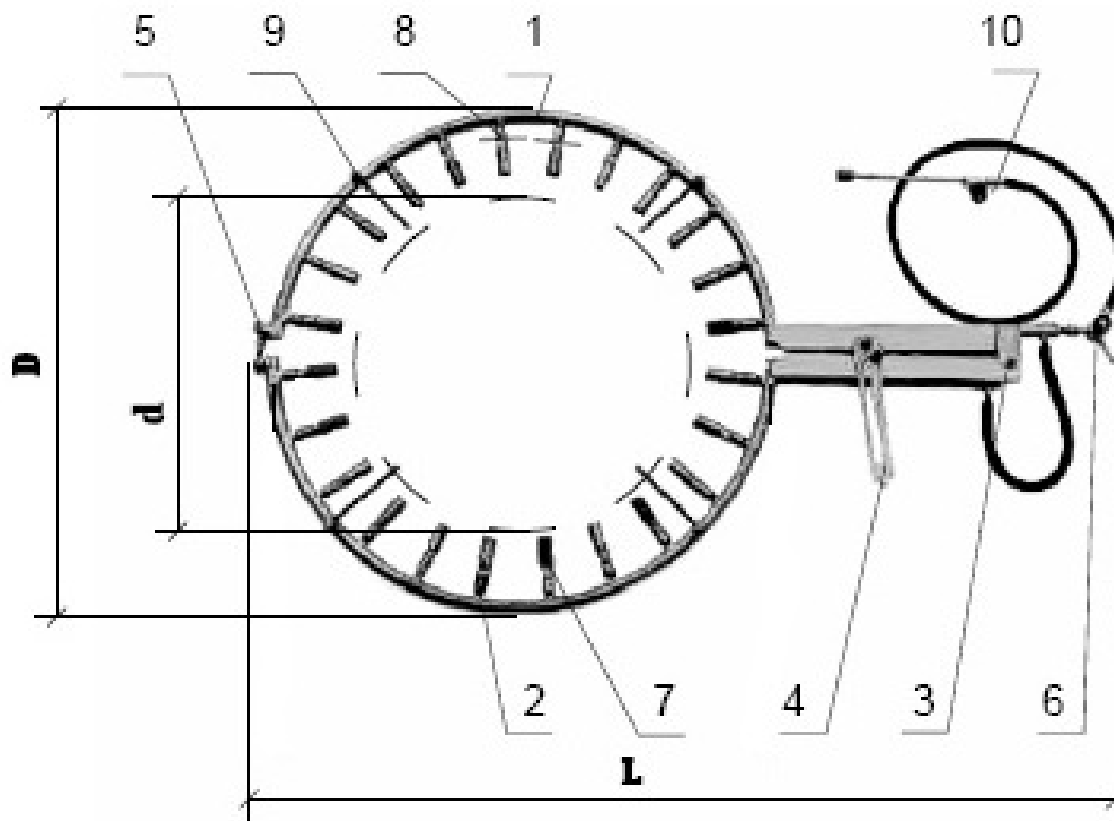

Рис.1 Горелка модель ГВ ДЖЕТ 000 470.
1.4 Пример условного обозначения горелки при заказе см. табл. 1 и рис.1:
4.2 Горелка состоит из двух полуколец 1 и 2 см. рис.1,объединенных в одно целое с помощью шарнирного механизма 3, который обеспечивает раскрытие полуколец перед монтажом, и запирание горелки на трубе при помощи запорного рычага 4 и механизма фиксации 5. Правильное расположение горелки относительно трубы обеспечивается регулируемыми упорами 9. Горелка снабжена входным вентиляем 6 и оснащена запальной горелкой 10.